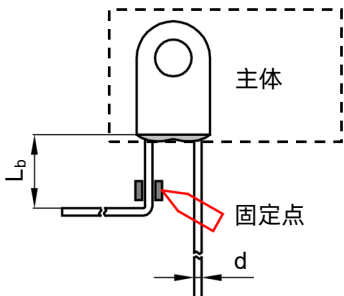

图 T-2
- 2. 弯折引线时请使用钳子或其它工具固定（如图T-2所示），以免损坏产品。